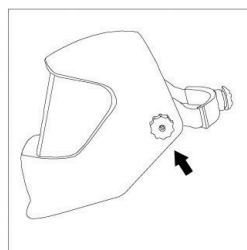

Рис. 4
7.8 Можно изменить угол щитка путём регулировки винтов на двух сторонах щитка (рис. 4).